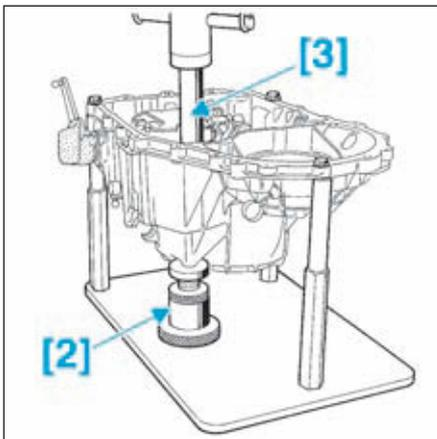

FIG.43
- Mettre en place l'outil [2] sous le carter de mécanisme (Fig.43).